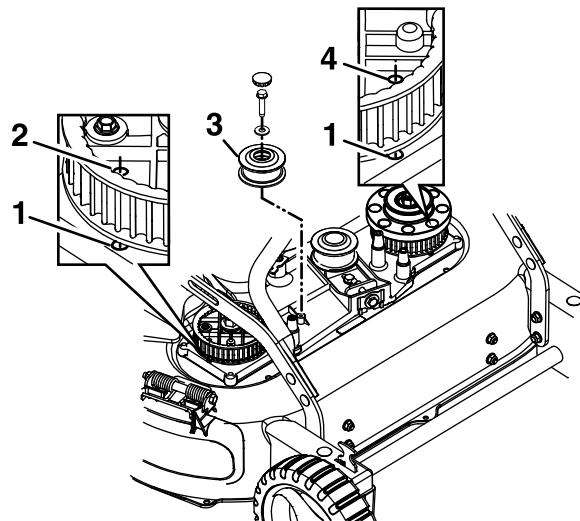

Figura 28
- Retire y guarde la polea tensora fija y las fijaciones (Figura 28).
8. Alinee los orificios de los piñones de la izquierda y de la derecha con los orificios de la carcasa, como se muestra en la Figura 28. Sujete los piñones en su sitio con una varilla o un destornillador.